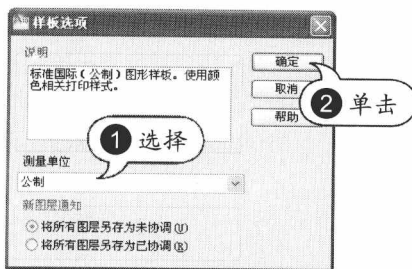

图 1-19 输入样板说明
STEP 08 输入样板说明。在“样板选项”对话框中设置测量单位，输入说明文字后单击“确定”按钮，如图 1-19 所示。